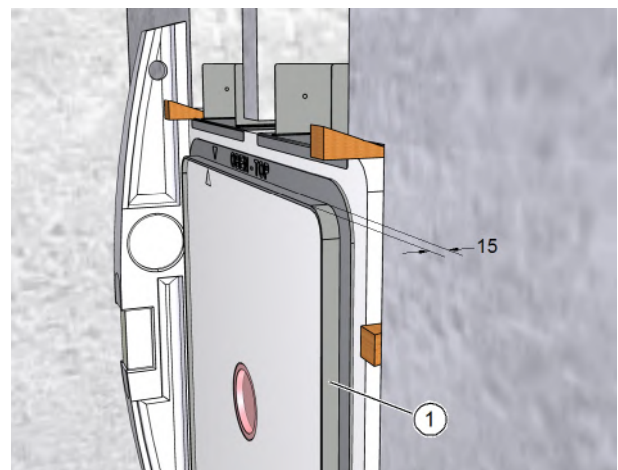

Abb. 17: Putzrahmentiefe 15 mm
Die Putzrahmentiefe beträgt 15 mm (siehe Abb. 17).
- ▶ Ist die Innenwand nicht lotrecht oder nicht eben, richten Sie die Frontfläche des Putzrahmens (Pos. 1 in Abb. 17) parallel zu einer senkrecht verlaufenden Putzschiene aus.